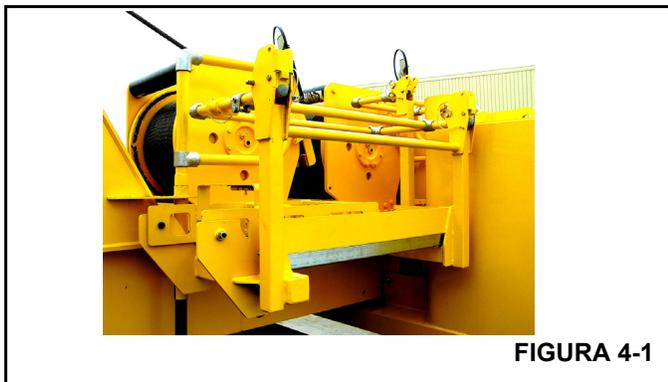

FIGURA 4-1
Convierta la zona de acceso al malacate de la configuración de transporte (Figura 4-1) a la de trabajo (Figura 4-2).
Consulte la Figura 4-1.
- Inserte el cable a través de la ranura y colóquelo alrededor de la cuña de anclaje (1) Figura 4-1.